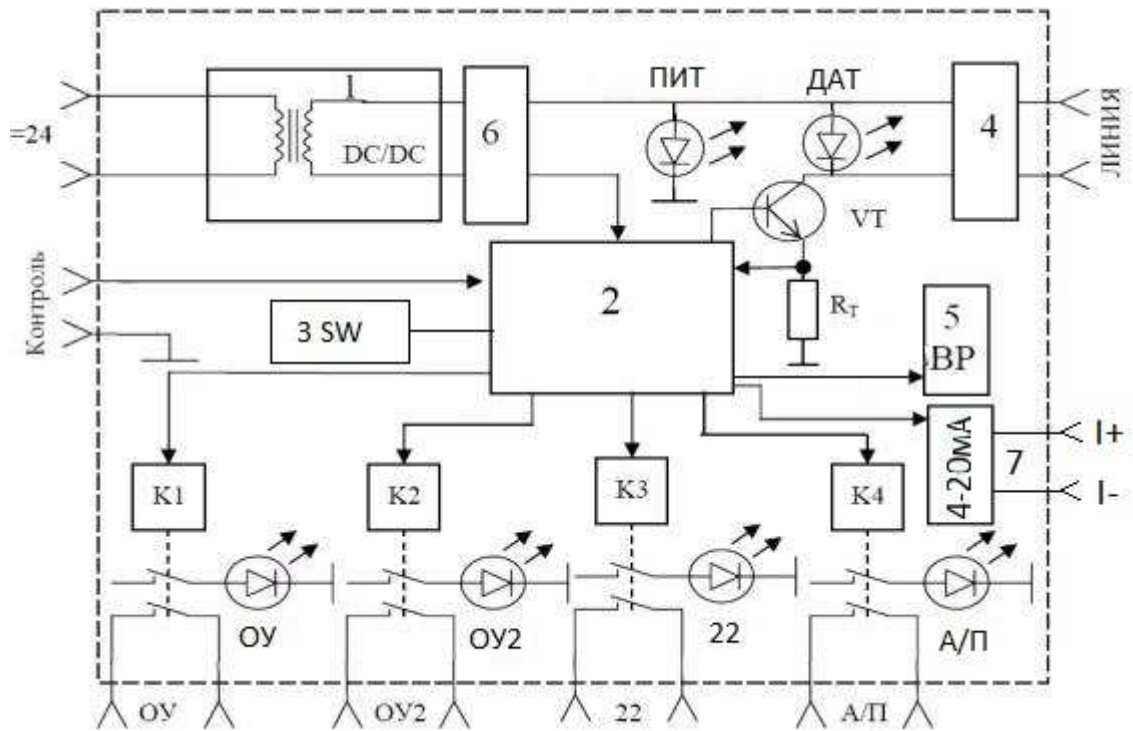

Рисунок 3 – Функциональная схема блока питания и регистрации БПР-2 и БПР-2Т.
7.1 На передней панели блока питания и регистрации БПР-2Т расположены светодиоды «Р1» - «Р10», являющимися индикатором установленного режима работы блока питания. А также кнопка «РЕЖИМ» предназначенная для редактирования параметров работы блока питания, см. рисунок 3.